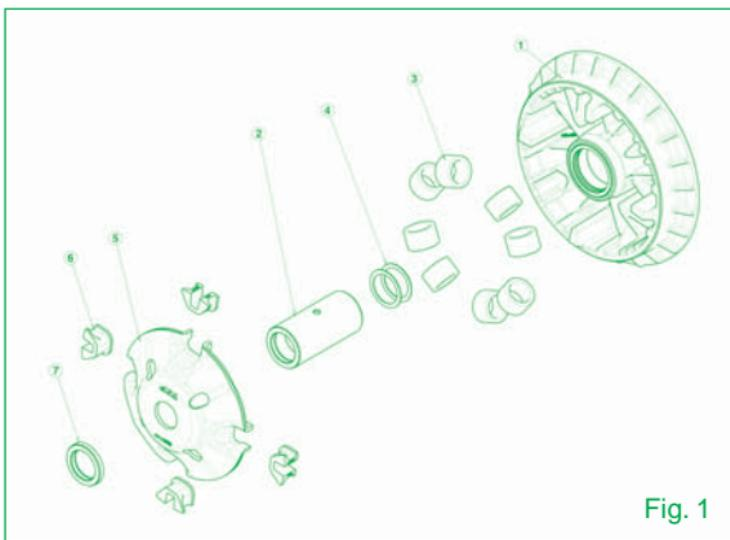

Fig. 1
- 14) Insérer l'entretoise fournie avec le kit (p.ce 7 de Fig. 1), puis positionner l'entretoise d'origine en aluminium, la rondelle-frein et l'écrou de la poulie primaire.